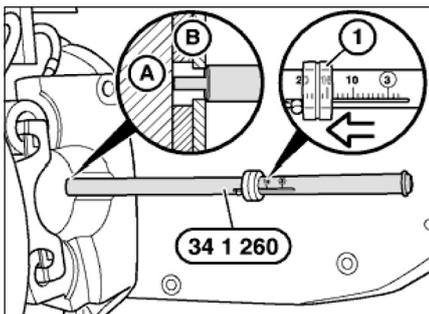

Рис. 11.5. Индикатор
- Вставить индикатор «34.1.260» через обод колеса в гнездо (рис. 11.5), прижать его к тормозной колодке (В), сдвинуть кольцо (1) до упора в направлении тормозного диска (А), указанном стрелкой, и снять показание индикатора.